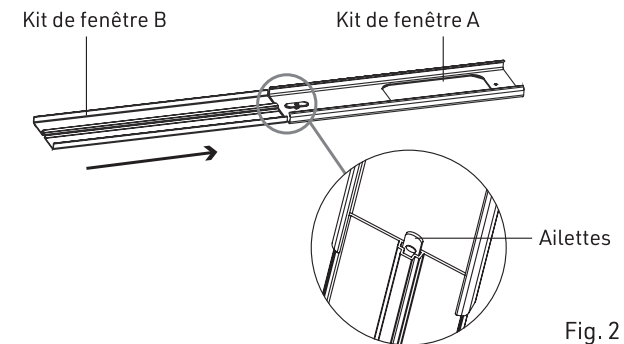

Fig. 2
- 3.) Comme indiqué dans la Fig.2, insérez la cloison de fenêtre B dans la cloison de fenêtre A par le côté (la tête de vis à ailettes doit être collée dans la fente de la cloison de fenêtre B) et ajustez si nécessaire la longueur de l'assemblage ;